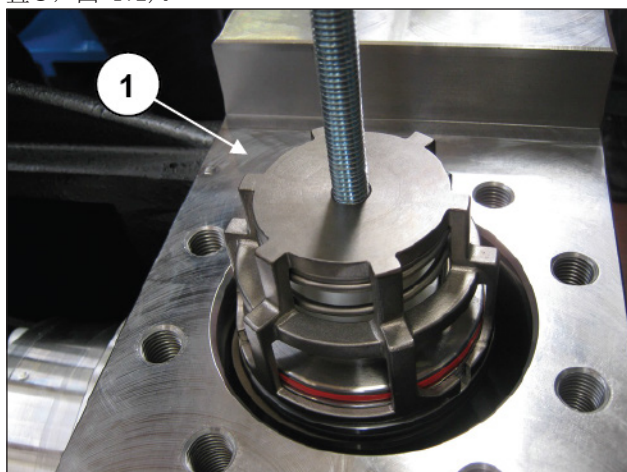

图 172
取出吸入阀组，可将锤式拔取器安装在阀导承的M12孔（位置①，图 172）。